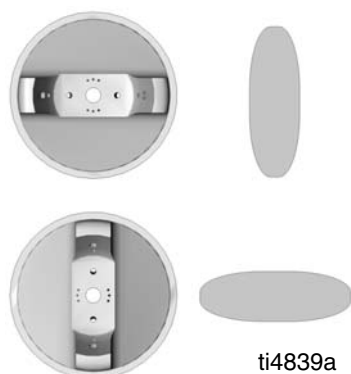

FIG. 2
1. Rode o espalhador para obter o padrão de pulverização desejado. Ver a FIG. 2.